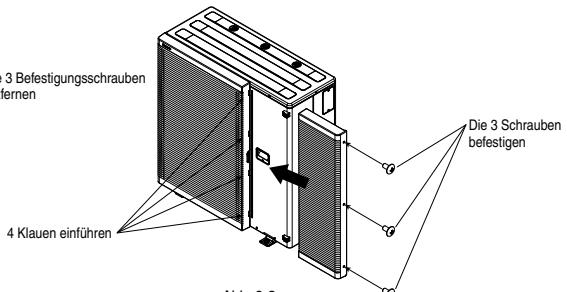

Abb. 6-2
2. Führen Sie die 4 Klauen des Auslassgitters (rechte Seite) [4] ein und befestigen Sie die 3 Schrauben. (Abb. 6-2)